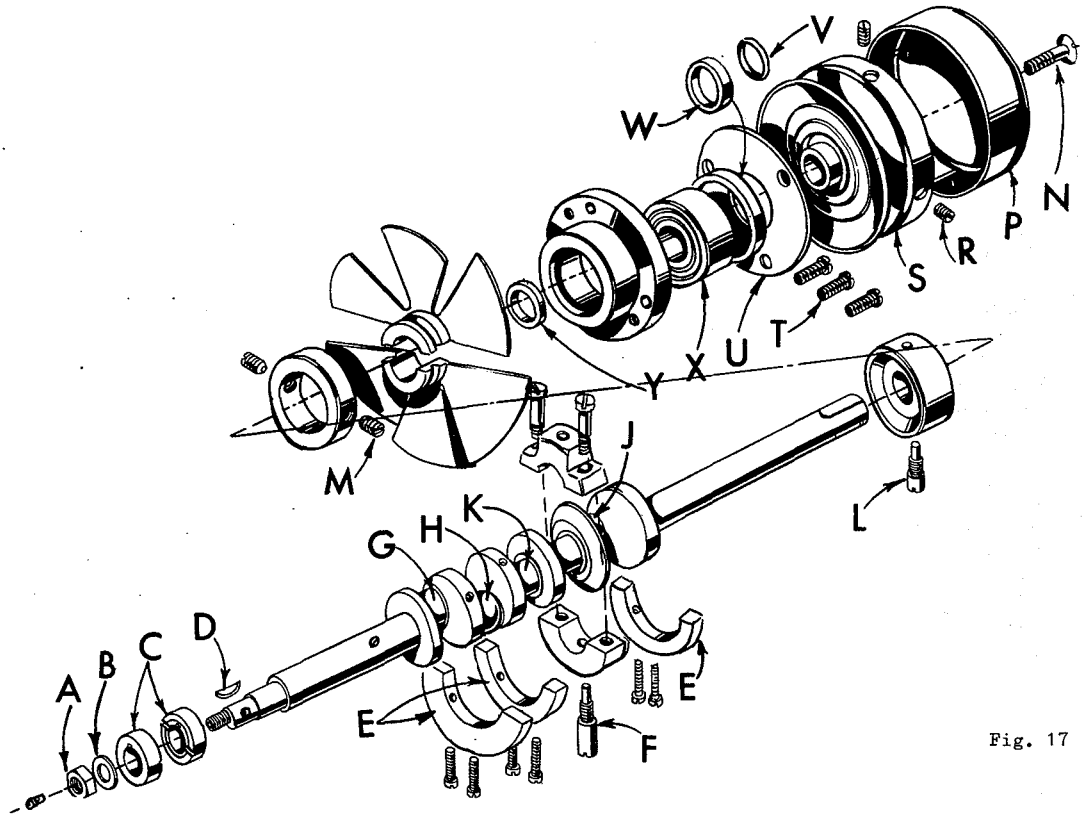
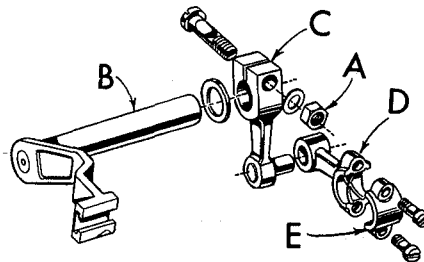

Fig. 17
Fig. 18
3. Entfernen Sie die Mutter (A, Fig. 17), sowie die Untergagscheibe (B) und ziehen Sie die Exzenter (C) mit Hilfe des Exzenter-Abstreifhakens von der Achse ab.
4. Entfernen Sie den Keil (D).
5. Entfernen Sie die drei Gegengewichte (E). Diese müssen aber genau gekennzeichnet werden, damit sie beim Wiedereinbau unbedingt an den richtigen Platz kommen.
6. Entfernen Sie die Schraube (F), mit der das geteilte Kurbelachsenlager gehalten wird. Sie ist durch den Gehäuseboden hindurch erreichbar.
7. Entfernen Sie die Lagerdeckel an den Stellen G, H und J (Fig. 17). Beim Wiedereinbau müssen diese Lagerdeckel genau in ihre vorherige Position gebracht werden. Auf jeder Lagerdeckelhälfte ist unsere Fabrik-Marke eingestempelt und beim Zusammenbau müssen sich die beiden Zeichen jeweils auf der gleichen Seite befinden. Auch die Schrauben sollten wieder in die gleichen Löcher kommen, aus denen sie herausgeschraubt wurden.
3. Remove feed eccentric nut (A, Fig. 17) and washer (B), and, with the aid of the eccentric extractor, slip off the eccentrics (C).
4. Remove key (D).
5. Remove three counterweights (E). Identify these counterweights so that they will be re-assembled in the proper places.
6. Remove screw (F) which holds crankshaft split bearing. This screw is reached through bottom of bed casting.
7. Remove caps of bearings on crankshaft at points G, H and J (Fig. 17). When re-assembling bearing caps make sure they are in their original position. Trade marks are stamped on both halves of the caps and both trade marks should be on the same side of the bearings. Also, screws should be re-assembled in the same holes from which they were removed.
| <p>8. Lösen Sie die Mutter (A, Fig. 18) der Klemmschraube, welche den Obermesserantriebsarm (B) hält und durch eine Öffnung im Gehäusedeckel zugänglich ist. Den Messerantriebsarm (B) nun nach links schieben bis der Hebel (C) mit Lenker (D) von der Achse fällt. Dann den Lagerdeckel (E) entfernen. Beachten Sie die gleichen Vorsichtsmaßnahmen für den Wiedereinbau wie unter Ziffer 7 empfohlen. Das Lenkerlager läuft auf der Kurbel (K, Fig. 17).</p> <p>9. Entfernen Sie die Schraube (L, Fig. 17), mit der das rechte innere Kurbelachsenlager befestigt ist und die ebenfalls durch den Gehäuseboden zugänglich ist.</p> <p>10. Lösen Sie die beiden Schrauben (M) im Ventilator-Stellring und entfernen Sie die beiden Hälften des Ventilatorflügels.</p> <p>11. Entfernen Sie die Schraube (N); nehmen Sie den Handraddeckel (P) ab.</p> <p>12. Lösen Sie die beiden Schrauben (R); entfernen Sie das Handrad (S).</p> | <p>8. Loosen clamp nut (A, Fig. 18) which holds upper knife driving arm (B). Access to clamp nut is through top cover. Draw driving arm to the left until upper knife driving lever (C) and connecting rod (D) drop, allowing removal of bearing cap (E). This is at bearing point (K, Fig. 17) on crankshaft. Observe same precautions when re-assembling cap as described in 7.</p> <p>9. Remove screw (L, Fig. 17) which holds inner right crankshaft bearing. This screw is reached through bottom of bed casting.</p> <p>10. Loosen two screws (M) in fan collar; remove both halves of cooling fan.</p> <p>11. Remove screw (N); take off pulley cap (P).</p> <p>12. Loosen two screws (R); remove pulley (S).</p> |
13. Jetzt müssen die drei Schrauben (T) entfernt werden. Nehmen Sie dann den Kugellagerdeckel (U) ab und ausserdem die Distanzringe (V) und (W).
15. Falls es sich als notwendig erweist, das Kugellager (X) auszuwechseln, so sollte dieses mit Hilfe einer Spindelpresse oder einer Kugellagerabzieh-Vorrichtung aus dem Kugellagerflansch herausgezogen werden, um eine Beschädigung des letzteren zu vermeiden. Das neue Kugellager ist sorgfältig hineinzupressen, bis es einwandfrei sitzt.
16. Wenn beim Wiedereinbau der Kurbelachse die vorstehend aufgeführten Arbeitsgänge in umgekehrter Reihenfolge sorgfältig ausgeführt werden, so dürfen dabei keine Schwierigkeiten auftreten. Es ist lediglich auf die richtige Lage der einzelnen Elemente zueinander gemäß den Zeichnungen (Fig. 17 und 18) zu achten und stets zu prüfen, ob keine Teile klemmen oder ecken.